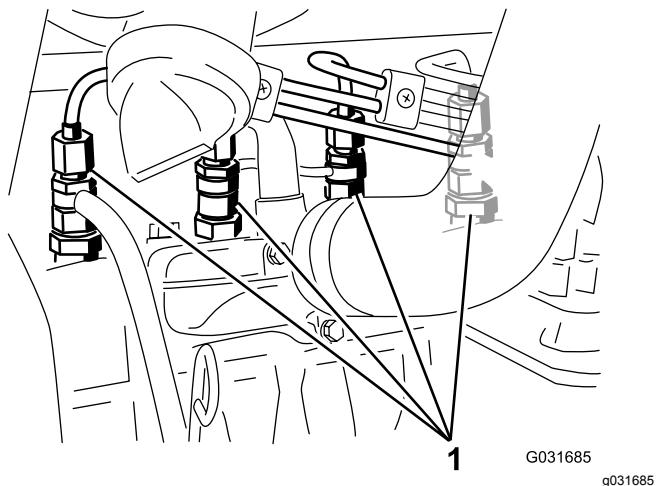

Bild 43
1. Lockern Sie den Leitungsanschluss an der ersten Düse und Halterung (Bild 43).